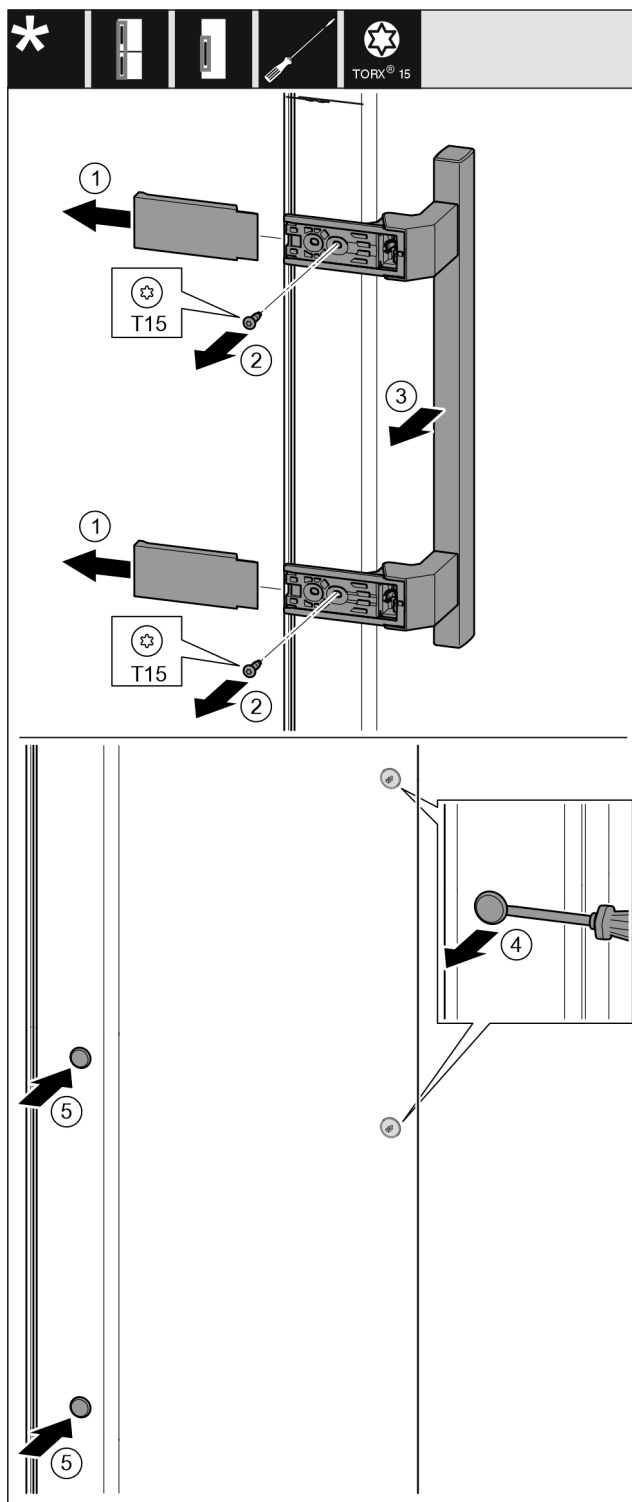

Fig. 22
- ▶ Trekk dekkelet av. Fig. 22 (1)
- ▶ Skru ut skruene med skrutrekker T15. Fig. 22 (2)
- ▶ Ta av håndtaket. Fig. 22 (3)
- ▶ Løft sideproppen forsiktig opp med en skrutrekker, og trekk den ut. Fig. 22 (4)
- ▶ Sett proppen inn igjen på den andre siden. Fig. 22 (5)